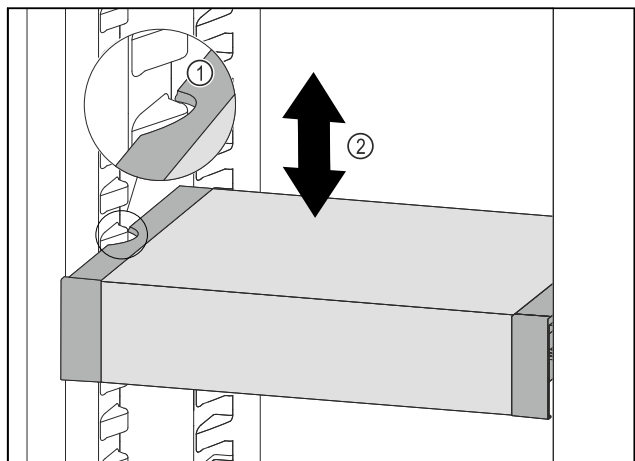

Fig. 121
- VarioSafe vucite prema naprijed sve dok se bočni otvori VarioSafe ladice ne nađu na visini žlijeba spremnika u hladnjaku. Fig. 121 (1)
- Pomičite ladicu VarioSafe u hladnjaku prema gore ili dolje sve dok ne dosegnete željenu visinu. Fig. 121 (2)